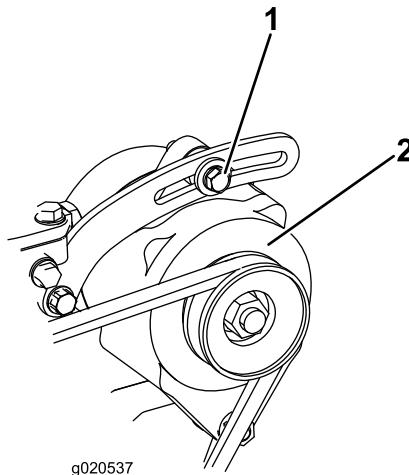

Figura 85
Verifique o estado e a tensão da correia (Figura 85)
2. Se a deslocação obtida não for igual a 10 mm, deve desapertar os parafusos de montagem do alternador (Figura 85). Aumente ou diminua a tensão da correia do alternador e aperte os parafusos. Verifique uma vez mais a deslocação da correia para se certificar de que a tensão está correta.